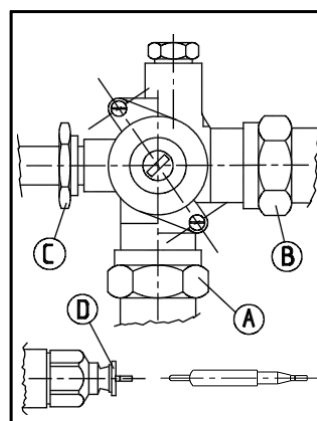
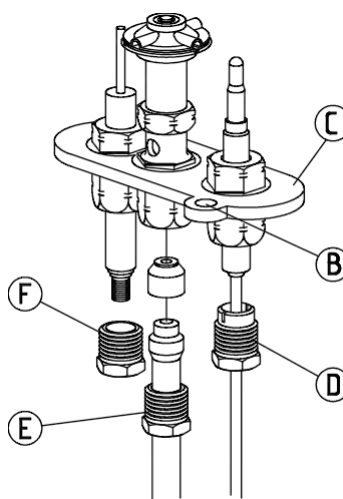

Fig. 16
Fig.17
3.2.- SUSTITUCIÓN DE LAS VÁLVULAS DE GAS. (Fig. 16)
3.3.- SUSTITUCIÓN DE TERMOPARES (Fig. 16 y Fig. 17)
- Soltar el tornillo o tuerca según modelo (D) de unión de termopar al conjunto del quemador de encendido (Fig. 17).
- Soltar la tuerca de unión del termopar a la válvula de gas (D) (Fig. 16).
3.4.- SUSTITUCIÓN DE QUEMADORES DE ENCENDIDO. (Fig. 17).
3.5.- SUSTITUCIÓN DE BUJÍAS Y PIEZOELÉCTRICOS. (Fig. 17)
- c) Soltar la tuerca de unión de la bujía de encendido (F) al conjunto del quemador de encendido.